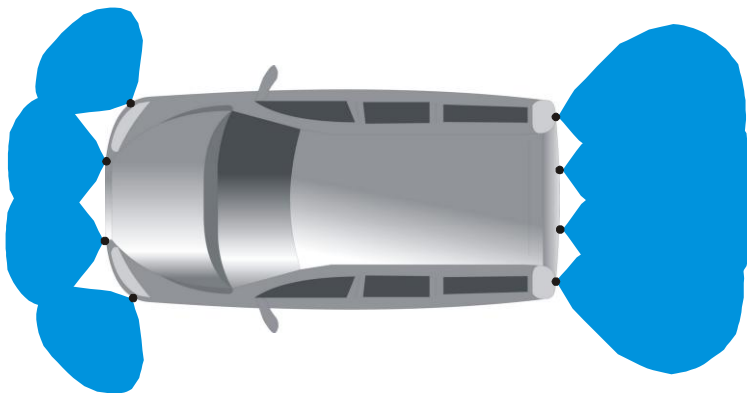

Рис.13
7.7 Необходимо учитывать, что между соседними датчиками существуют т.н. «горизонтальные мертвые зоны». На рис. 13 видно, что между зонами обзора каждого датчика есть белые зоны. Это и есть «горизонтальные мертвые» зоны. Если в эту область попадет тонкий вертикальный предмет, то система будет не в состоянии его обнаружить. Необходимо это учитывать.